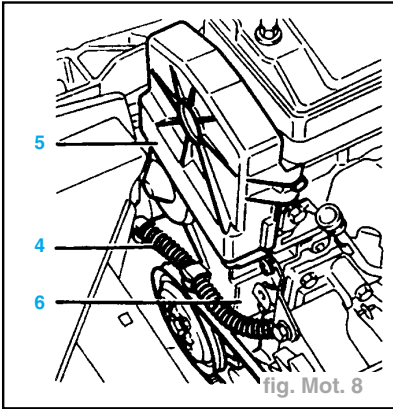
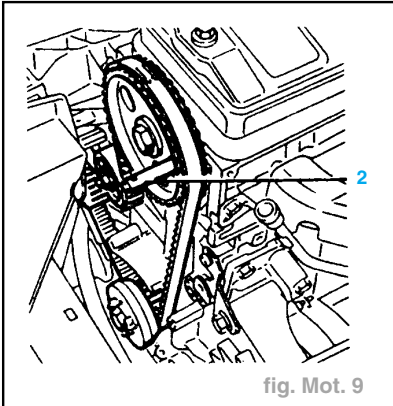

fig. Mot. 8
fig. Mot. 9
- Débrider et écarter le faisceau (1) du carter de distribution (fig. Mot. 8).
- le carter supérieur (5),
- le carter intermédiaire (6),
- Piger l'arbre à cames à l'aide de la pige **2 4507-TB** (fig. Mot. 9).
- Pignon d'arbre à cames et volant moteur pigés (fig. Mot. 9 et 10).
- Vérifier que le pigeage du volant moteur et de l'arbre à cames est toujours possible (fig. Mot. 9 et 10).